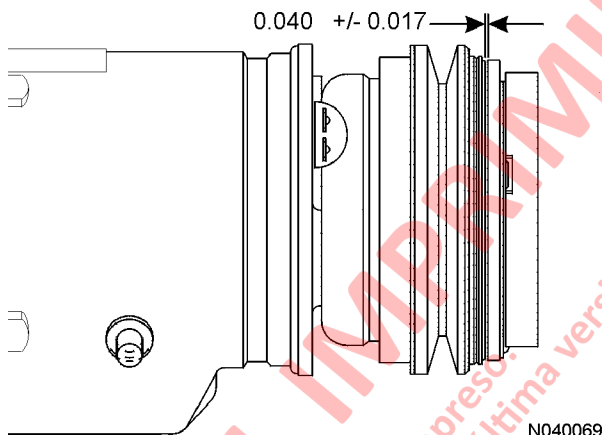

FIGURA 4-26. ESPACIO DEL EMBRAGUE
4. Presione el embrague en el compresor, con el instalador de la placa impulsora (1). Continúe presionando el disco del embrague hasta que quede un espacio de 2 mm (0,08 in) entre la superficie de fricción del embrague y la superficie de fricción de la polea. Consulte la Figura 4-26.